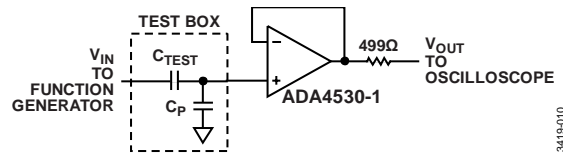

図 12. 入力テスト・コンデンサを使用した合計入力容量の測定
3. 既知の値の容量  $C_{TEST}$  を入力ピンに配置します。10 pF テスト容量を使用します。 $C_{TEST}$  を通じて、テスト・ボックスの入力ピンにファンクション・ジェネレータを接続し、ADA4530-1R-EBZ-BUF の出力にオシロスコープを接続します。図 12 を参照。